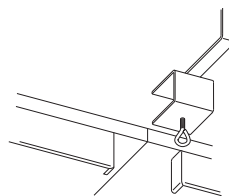

Figura 18
4. Asegure los postes al centro de la mesa y deslice la red sobre ellos. Ver Figura 18.